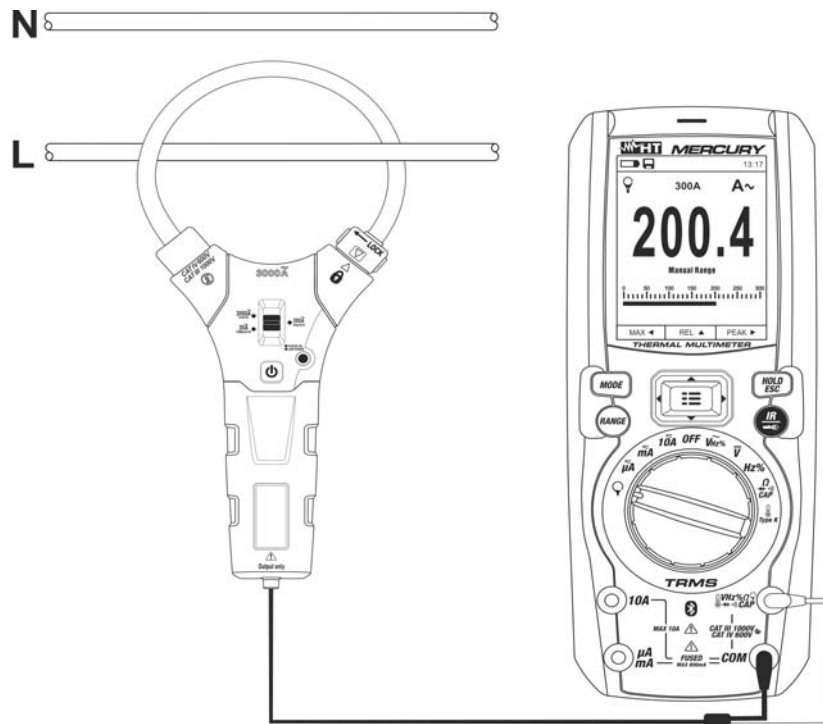

Fig. 30: Utilisation de l'instrument pour mesurer le courant AC/DC avec transducteurs à pince
- Insérer le câble dans le tore (voir Fig. 30). La valeur de courant apparaît à l'écran.